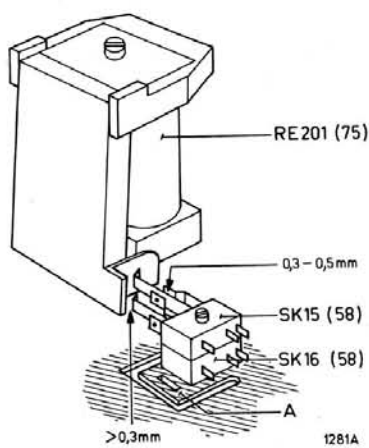

Fig. 27
- Bij afgevalen magneet moet de afstand tussen de geopende kontakten van schakelaars SK15/SK16 (58) 0,3 - 0,55 mm zijn. *Instellen* door verbuigen van de kontakten (Fig. 27).
- Bij afgevalen magneet moet de afstand tussen de aanslagplaat van elektromagneet RE201 (75) en het middencontact van schakelaars SK15/SK16 (58) groter dan 0,3 mm zijn. *Instellen* door lip A te verbuigen.